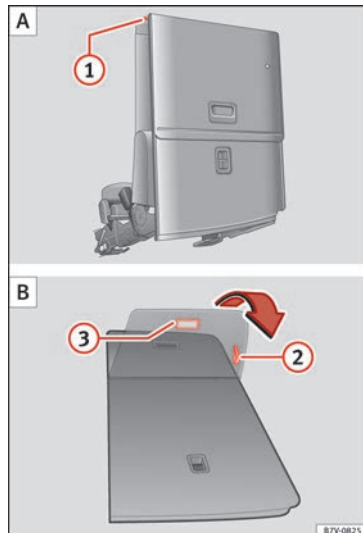

Fig. 163 Troisième rangée de sièges : rabattre le siège arrière pour procéder au chargement A puis le replacer B.
- Si nécessaire, tirez sur le levier » fig. 163 2 pour déplacer la banquette vers la position souhaitée.
- Retirez les objets du plancher devant et derrière le siège arrière »» ①.
- Tirez la manette »» fig. 163 ① vers le haut et rabattez le dossier entièrement vers l'avant. Le siège arrière se rabat vers l'avant »» Δ et le coussin d'assise se déplace également vers l'avant.
- Tirez sur la poignée »» fig. 163 ② pour remettre la plage du siège.
- Tirez sur la manette »» fig. 163 ③. L'ensemble du siège se déplie vers l'arrière.